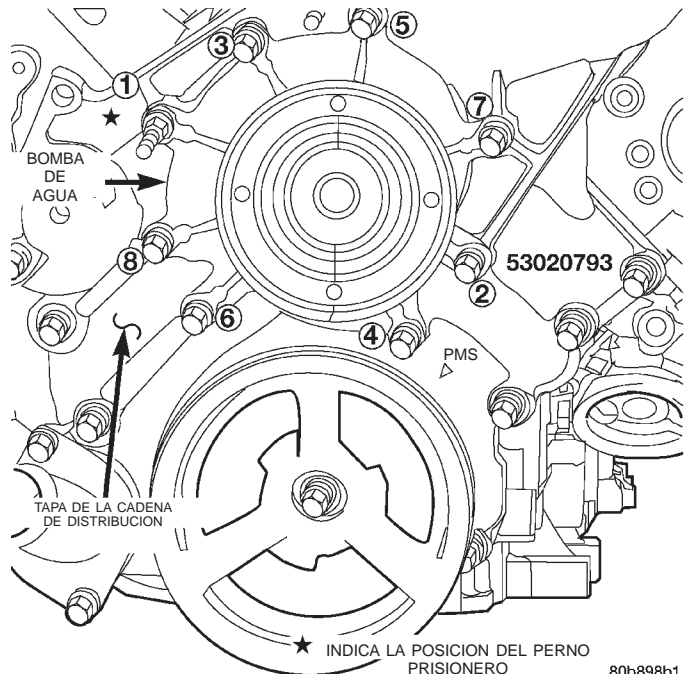

Fig. 34 Instalación de la bomba de agua—motor 4.7L
(1) Limpie las superficies de contacto de la junta.
(2) Utilizando una junta nueva, instale la bomba de agua en el motor de la forma que se muestra. (Fig. 34). Apriete los pernos de instalación de la bomba de agua con una torsión de 40 N·m (30 lbs. pie).